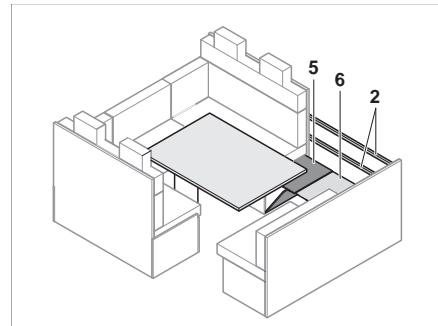

Bild 119 Montera ryggstödsförlängningen
- Montera ryggstödsförlängningarna (Bild 119,2).